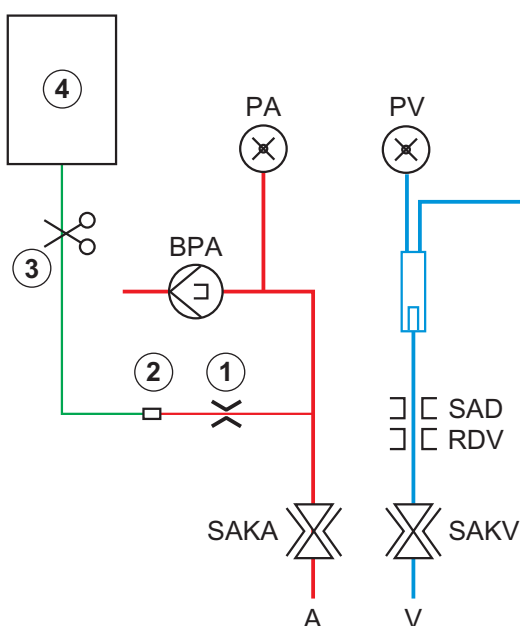

Fig. 6-10 Configuration du bolus artérielle
En utilisant un appareil HD, la ligne d'injection doit être connecté à une poche de NaCl via l'adaptateur en Y du système de lignes à sang (voir Fig. 6-10 Configuration du bolus artérielle (145)).
3. Connecter les poches d'injection contenant la solution saline physiologique (Fig. 6-10 , ④ ) à la potence.